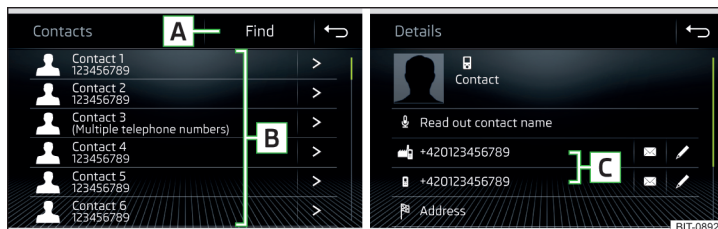
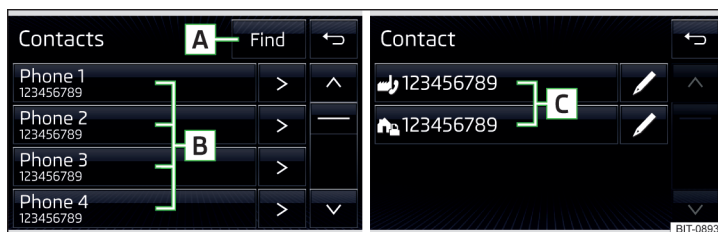

Fig. 165 Amundsen, Bolero: Lista de los contactos de teléfono / Detalle del contacto
Fig. 166 Swing: Lista de los contactos de teléfono / Detalle del contacto
- En el menú principal *Teléfono* pulse la superficie funcional 📞, se visualizará una lista de los contactos de teléfono» fig. 165 o » fig. 166.